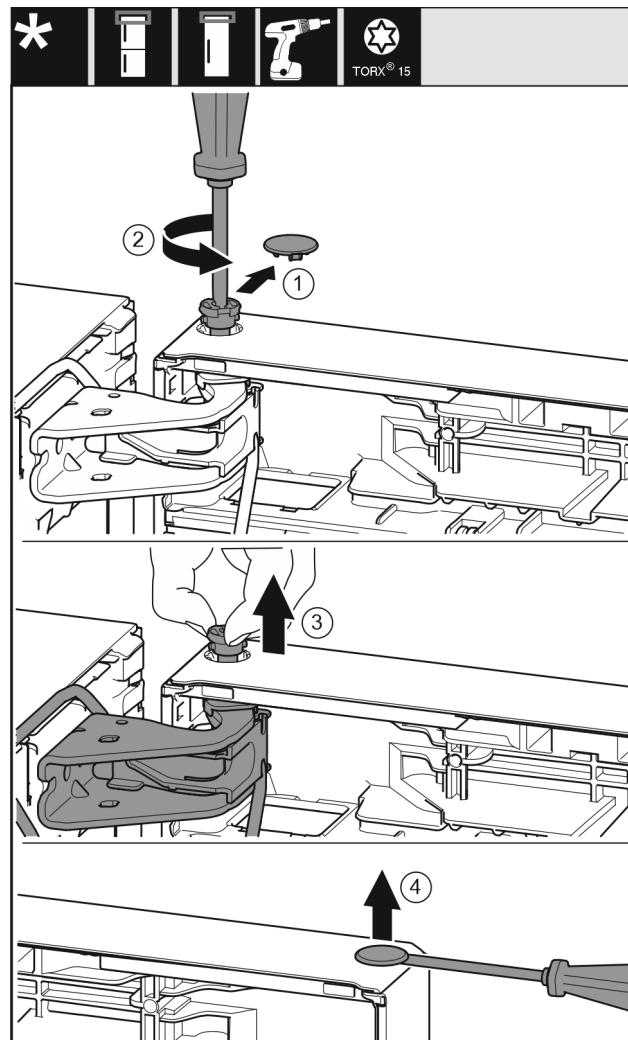

Fig. 20
- Осторожно снимите предохранительную крышку. Fig. 20 (1)
- Немного выкрутите палец отверткой T15. Fig. 20 (2)
- Удерживая дверь, извлеките палец вручную. Fig. 20 (3)
- Осторожно приподнимите и извлеките при помощи шлицевой отвертки заглушку из опорной втулки двери. Fig. 20 (4)